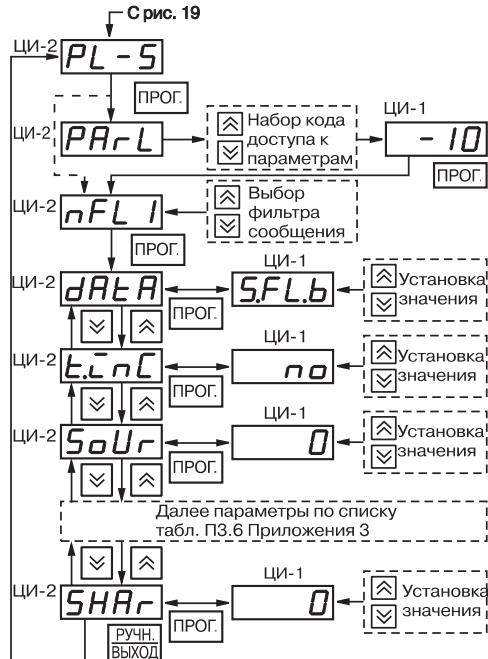

Рис. 26. Схема установки программируемых параметров на уровне PL-5
7.2.10. Уровень **PL-5** содержит программируемые параметры необходимые для организации работы TPM138 в сети. Перечень параметров приведен в табл. П3.6, схема установки – на рис. 26.